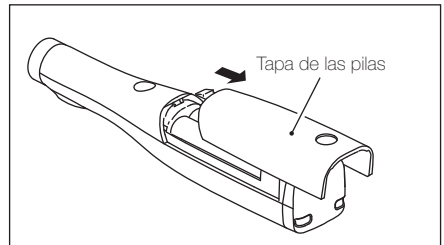

Fig. 13
4. Desmonte la tapa de las pilas hacia arriba (Fig. 13).